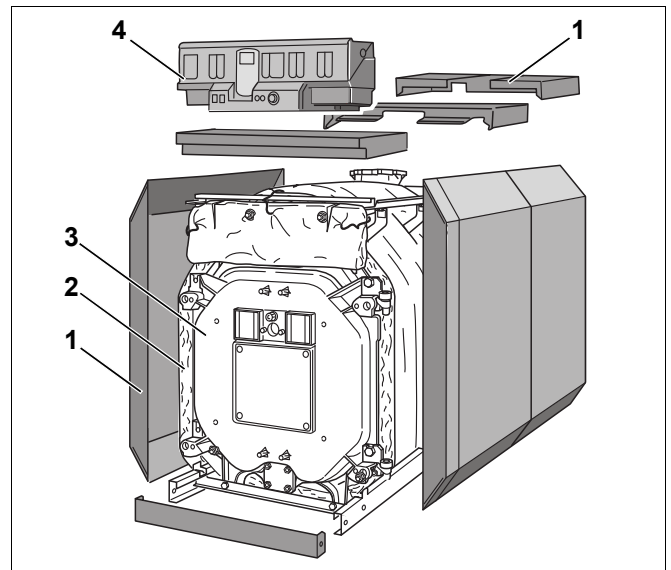
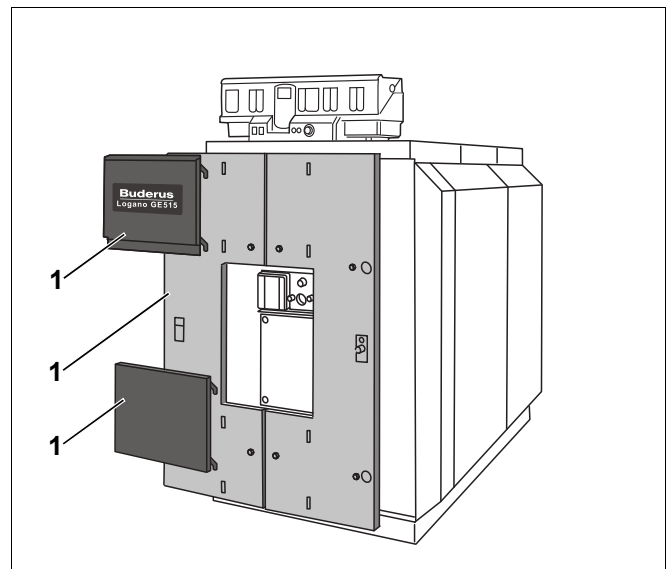

Рис. 1 Специальный отопительный котёл Logano GE515 на дизельном и газовом топливе
Рис. 2 Специальный отопительный котёл Logano GE515 на дизельном и газовом топливе
- Котловой блок (рис. 1, [3]).
- Обшивка котла (облицовка, рис. 1 и рис. 2, [1]), теплоизоляция (рис. 1, [2]).
- Система управления (рис. 1, [4]).